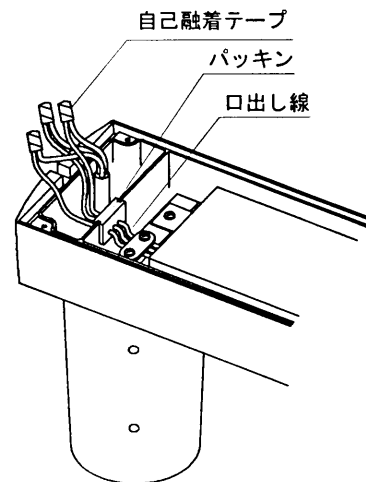

図 3
接続部は自己融着テープで充分な絶縁処理と防水処理を行ってください。（図 3）
- ⑨ 本体口出し線に付いているパッキンをアームの溝に差し込んでください。（図 3）